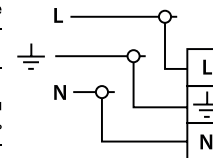

Рис. 1
- Присоедините подготовленные концы проводов к проводам светильника обозначенных L, N, ⊕ способом допустимым «Правилами устройства электроустановок». Lumin'arte® рекомендует применять клеммные колодки (Рис. 1).